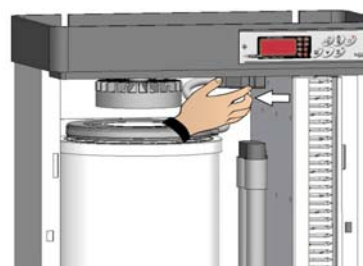

Fig. 32
5. Retirez le connecteur de raccordement électrique du cylindre (fig. 32)